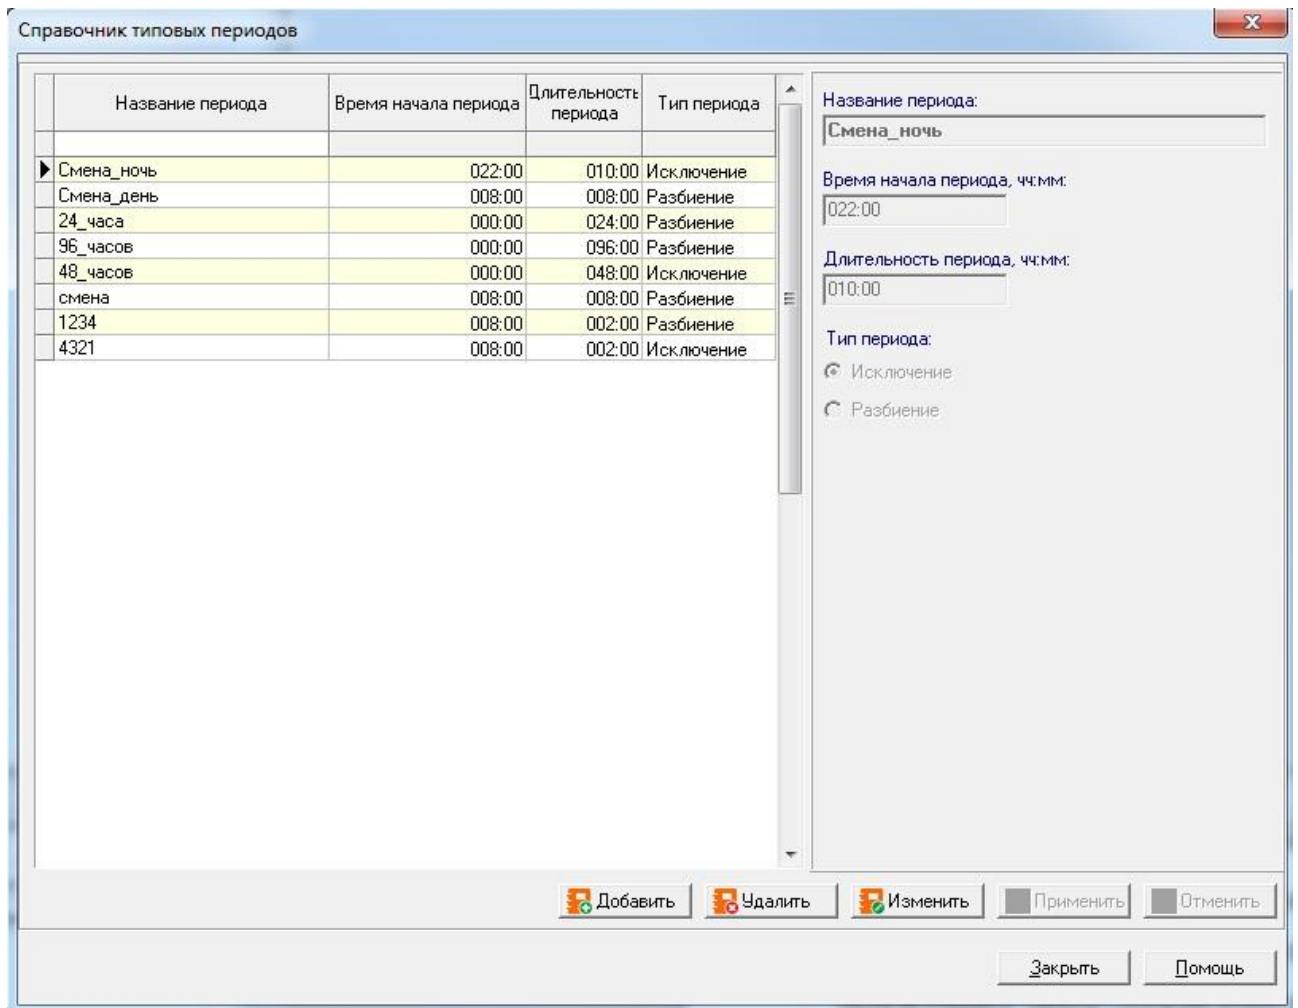

Рисунок 19 – Форма «Справочник типовых периодов»
- 1 вызвать пункт меню «Справочники» ⇒ «Типовые периоды». Появится редактор справочника «Справочник типовых периодов» (см. Рисунок 19).